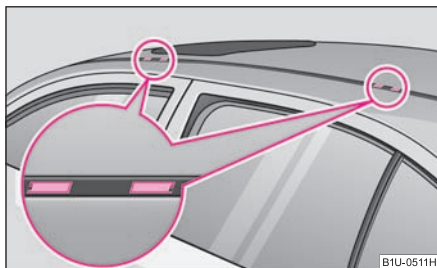

Fig. 80 Puncte de fixare ale suportului principal
- Capacele din material plastic ⇒ fig. 80 se pot scoate introducând în locașul din capace o șurubelniță subțire și dislocând cu grijă capacele, fără a deteriora vopseaua autovehiculului.